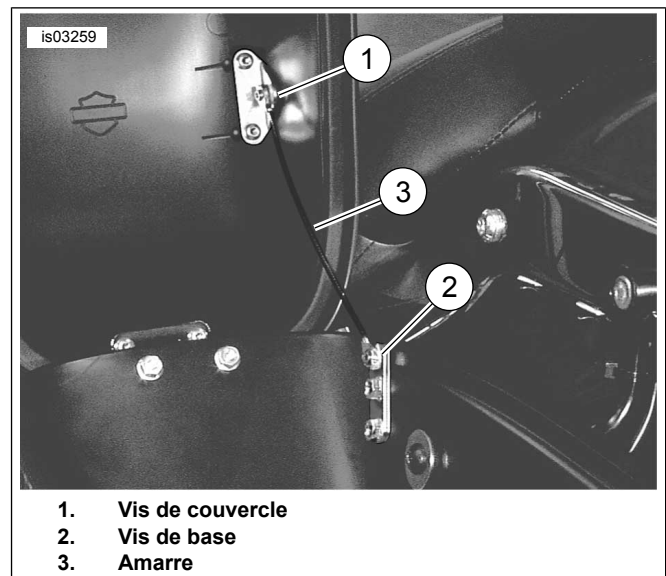
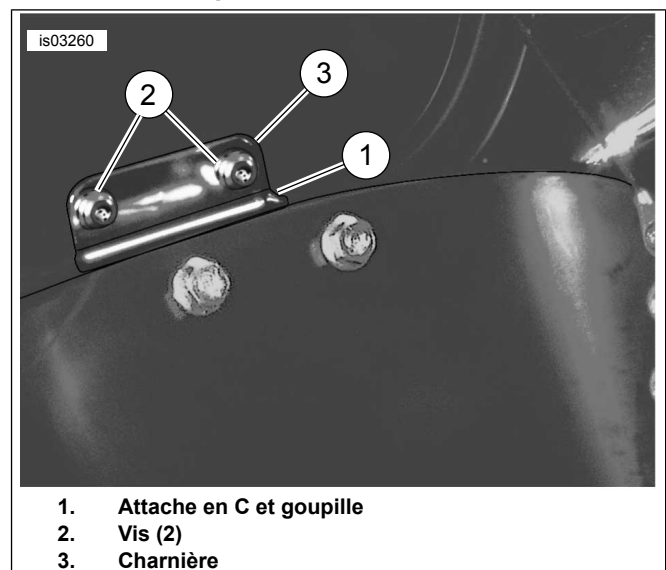
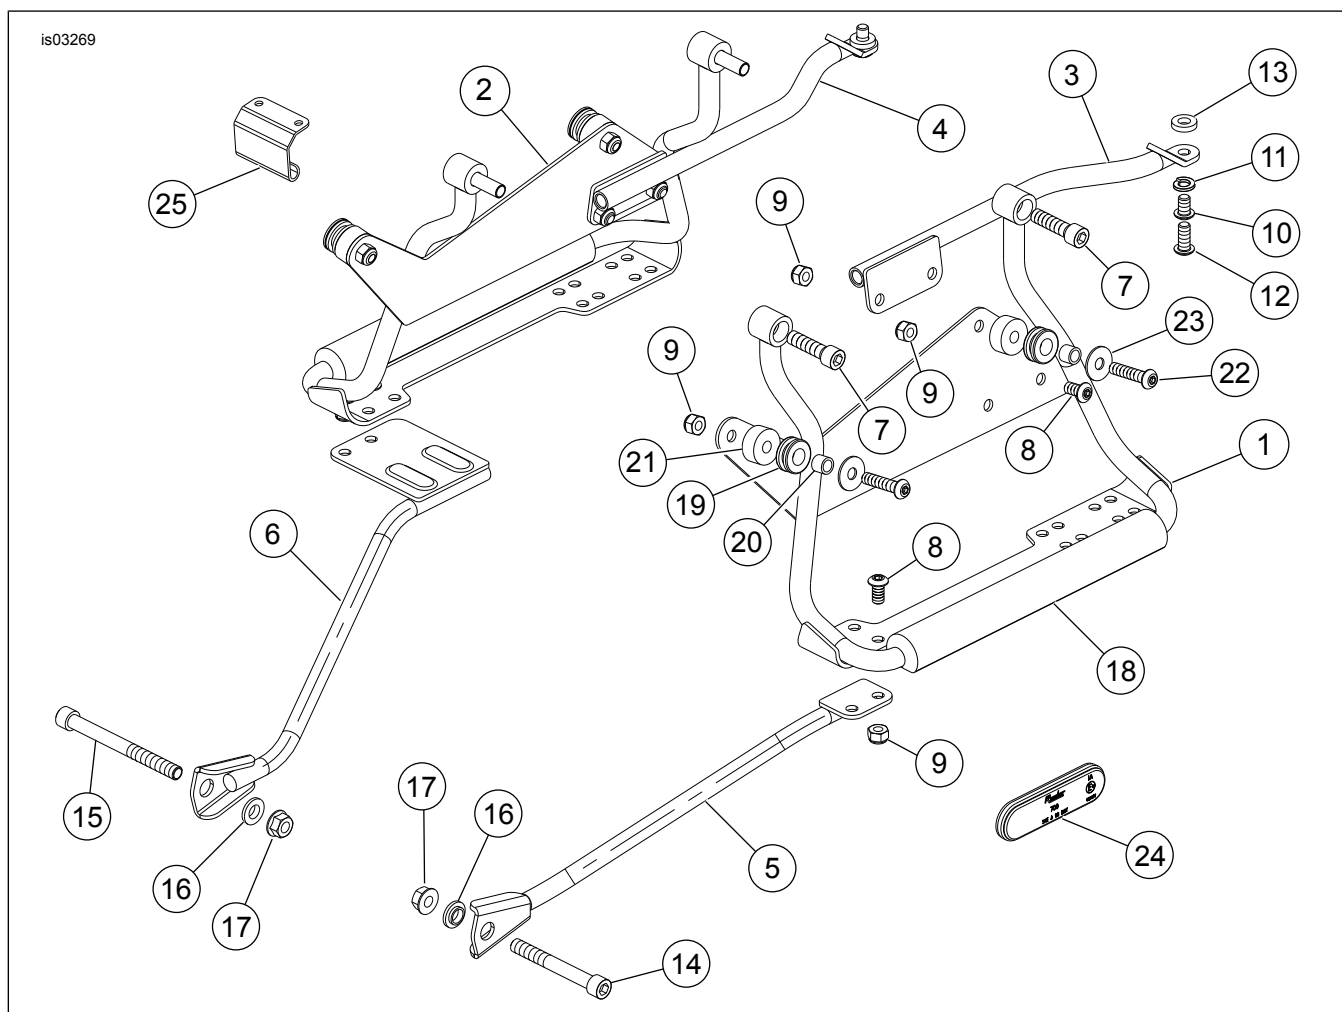

Figure 16. Retirer l'amarre
Figure 17. Retirer la charnière
Figure 18. Pièces détachées : kit de support de sacoche (90715-07) et kit de visserie (88208-07)
2. Voir Figure 18. Introduire le boulon (14) dans le support d'appui-pied et le cadre. Une longueur de filetage d'environ 13 mm (0,5 po) doit être exposée sur le côté intérieur du cadre.
3. Installer l'attache de support avant (5) sur le boulon (14).
4. Installer la rondelle à épaulement (16) avec l'épaulement orienté vers le support, puis installer l'écrou (17) sur le boulon et serrer à la main.
2. Voir Figure 18. Insérer le boulon (15) par le support d'appui-pied (1) et le support de silencieux. Une longueur de filetage d'environ 12 mm (0,5 po) doit être exposée sur le côté intérieur du cadre.
3. Installer l'attache de support avant (6) sur le boulon (15).
1. Voir Figure 18. Installer deux vis (8) dans les crochets de suspension de soutien de sacoche (1, 2) et dans les attaches de support avant (5, 6). Fixer avec les écrous (9). Serrer les écrous à un couple de 13,1 N·m (10 lb·pi).
4. Voir Figure 18. Installer la vis (22) et la rondelle (23) du côté de la sacoche dans l'entretoise (21). Installer ensuite l'écrou (9) en le serrant à la main.
1. Voir Figure 16. Retirer les vis (1, 2) qui attachent l'amarre au couvercle de sacoche et à la base.
2. Retirer l'amarre (3) de la sacoche.
3. Voir Figure 17. Retirer et conserver l'attache en C et la goupille (1) de la charnière. Séparer le couvercle de sacoche du corps.
4. Retirer et conserver deux vis (2) qui attachent la charnière au couvercle de sacoche.
5. Glisser la charnière (3) du dessous du joint en caoutchouc.
6. Voir Figure 18. Glisser la charnière (25) sous le joint en caoutchouc et attacher la moitié de la charnière au couvercle de sacoche en utilisant les vis (Figure 17, élément 2) retirées précédemment. Bien serrer les vis.
7. Voir Figure 17. Installer la goupille sur la charnière et attacher avec l'attache en C.